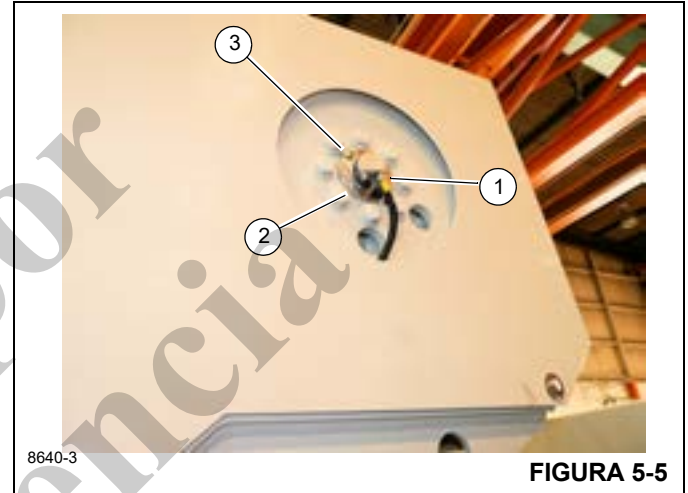

FIGURA 5-5
1. Suelte el collar del conector y desenchufe el cable del DRI (1, Figura 5-5).
2. Saque los dos tornillos retenedores (2).
5. Meta el DRI en el tambor de modo que la muesca quede alineada con el respiradero (3, Figura 5-5).
6. Fije el DRI con los tornillos retenedores (2, Figura 5-5).